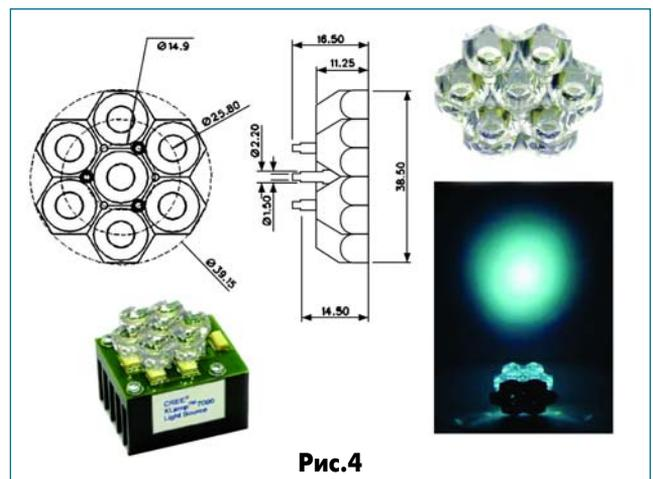
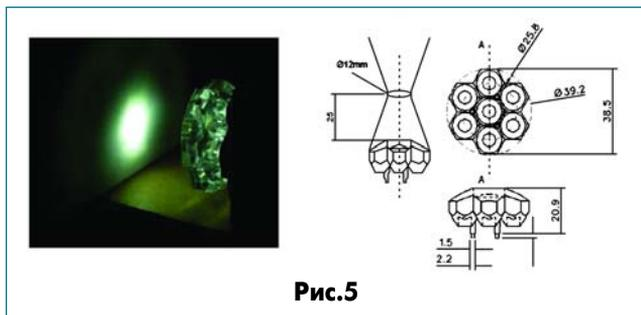

Рис.4
Рис.5
- На рис.4 и рис.5 показаны коллиматоры светового пучка для